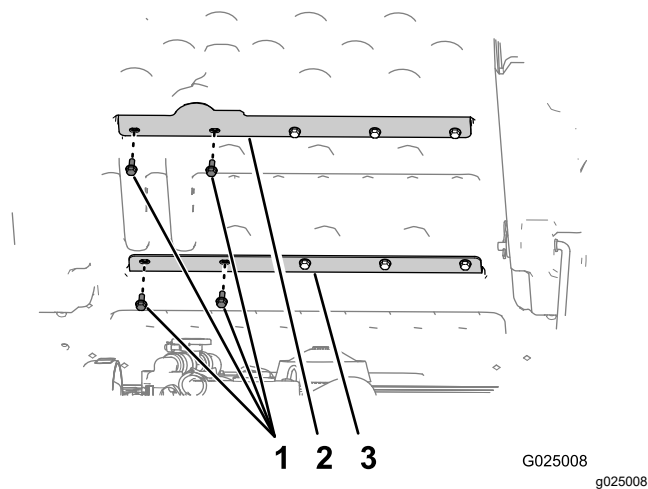

Figura 5
1. Rimuovete i 2 bulloni più a sinistra (5/16" x 3/4") che fissano il supporto superiore del pianale al pianale (Figura 5).
2. Rimuovete i 2 bulloni più a sinistra (5/16" x 3/4") che fissano il supporto inferiore del pianale al pianale (Figura 5).